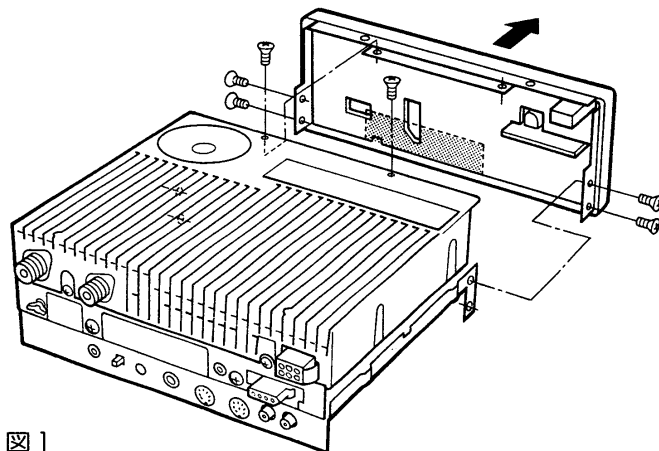

図1
- ①分解手順(45)ページに従って上下カバーを外します。
- ②前面パネルを取り付けている6本のネジを外します。(図1参照)
①上カバーと下カバーを取り付けている16本のネジを外します。(図1参照)
②上カバー側がPAユニット、下カバー側がMAINユニットです。
(図1)